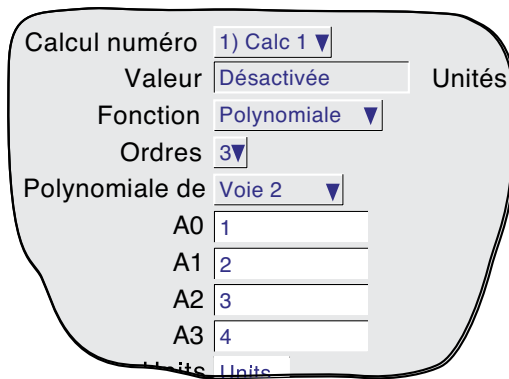

Figure 4.11.3b Champs de configuration polynômiale (3ème ordre)
$A_0 + A_1(X) + A_2(X^2) + A_3(X^3) + A_4(X^4) + A_5(X^5) + A_6(X^6) + A_7(X^7) + A_8(X^8)$ où X est la valeur de la voie source et A0 à A8 des constantes. La figure 4.11.3b montre les éléments de configuration pour un ajustement du troisième ordre, la voie 2 étant utilisée comme source (X), et A0 = 1, A1 = 2, A2 = 3 et A3 = 4.